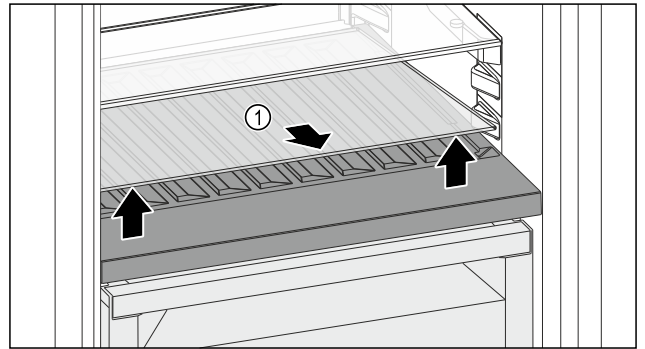

Fig. 144
- ▶ Повдигнете стъклената плоча Fig. 144 (1) при прореза отпред и извадете.
- ▶ Съхранявайте стъклената плоча Fig. 144 (1) на сигурно място извън уреда.